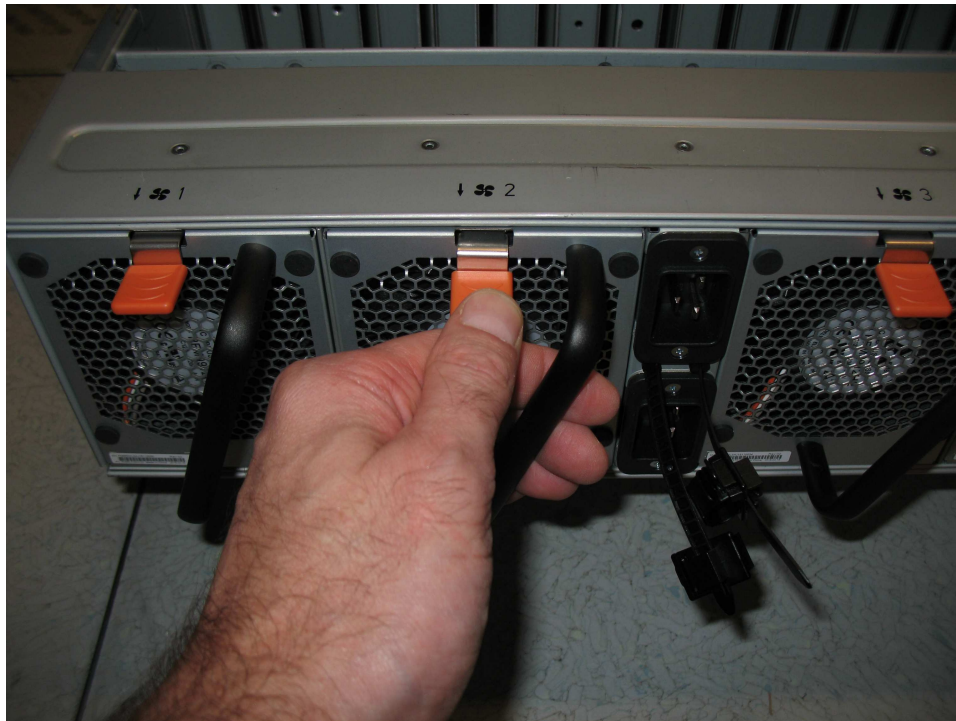

Figure 110. Patte de déverrouillage du module de ventilation
2. Appuyez sur la patte de déverrouillage du module de ventilation, comme le montre la figure 110.